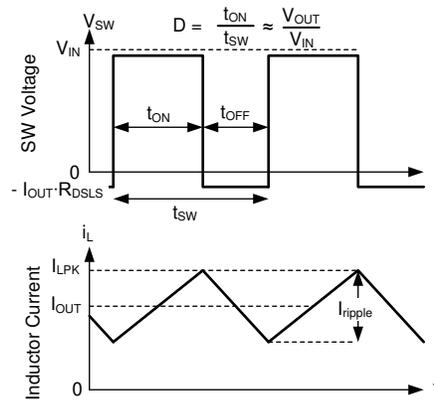

图 7-11. 连续导通模式 (CCM) 下的 SW 电压和电感器电流波形
有关 LM654x0-Q1 的以下运行说明，请参阅节 7.2 和图 7-11 中的波形。两者都以变化的占空比 (D) 打开内部高侧 (HS) 和低侧 (LS) NMOS 开关，从而提供稳定的输出电压。在 HS 开关导通期间，SW 端子电压  $V_{SW}$  摆动至大约  $V_{IN}$ ，电感器电流  $i_L$  以线性斜率增加。HS 开关由控制逻辑关闭。在 HS 开关关闭时间  $t_{OFF}$ ，LS 开关打开。电感器电流通过 LS 开关放电，这会强制  $V_{SW}$  通过 LS 开关两端的压降摆动到地电位以下。稳压器环路调节占空比以保持恒定的输出电压。D 由 HS 开关在开关周期内的导通时间定义： $D = T_{ON}/(T_{ON} + T_{OFF})$ 。